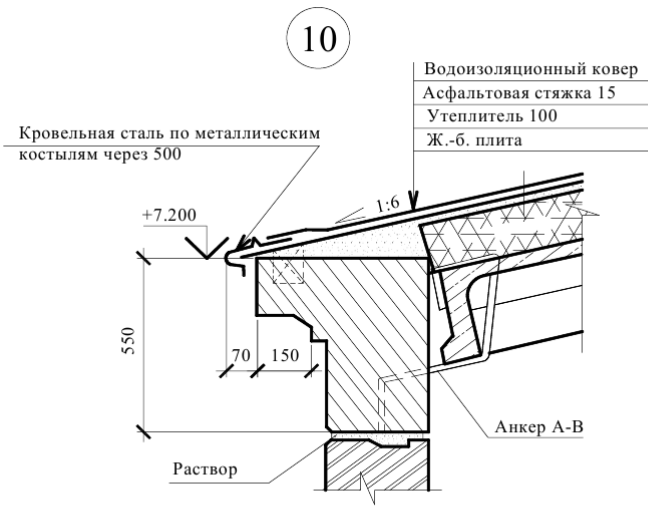

Рисунок 1.19
**Выносной элемент** обозначается маркировочным кружком, который выполняется сплошной тонкой линией. Диаметр маркировочного кружка 10-14 мм. Если узел расположен на том же листе, что и изображение, то в кружке ставят цифру или букву, обозначающие номер узла, как показано на рисунке 1.18в. Если же узел расположен на другом листе, то маркировочный кружок делится горизонтальной линией на две части. В верхней части указывается номер узла, а в нижней номер листа, на котором узел замаркирован. Кружки с номерами узлов помещают над их изображением или справа от них, рисунок 1.19.
К многослойным конструкциям делают выносные надписи на так называемых «этажерках», рисунок 1.19. В этом случае линия-выноска представляет собой прямую линию со стрелкой. На этой выносной надписи, в порядке расположения слоев, дается их материал или конструкция с указа-